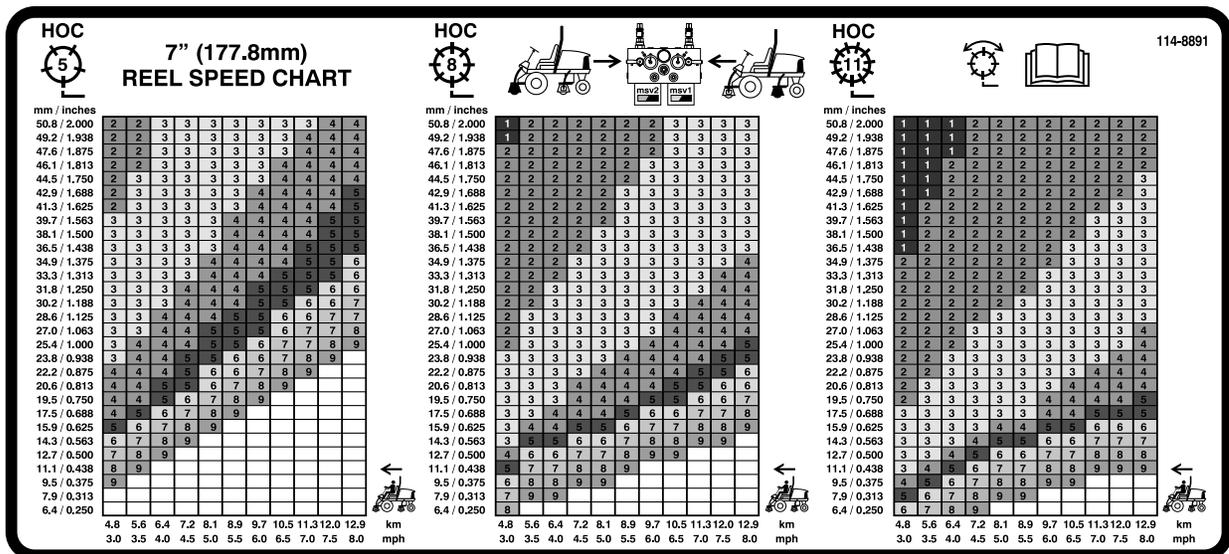

Figura 41
- Usate lo schema opportuno sull'adesivo 110-0996 (Figura 41) per gli elementi di taglio da 7 poll. dei Reelmaster 5510 e 5610, o sull'adesivo 110-8923 (Figura 42) per gli elementi di taglio da 5 poll. dei Reelmaster 5210 e 5410 per determinare l'impostazione esatta della velocità dei cilindri.